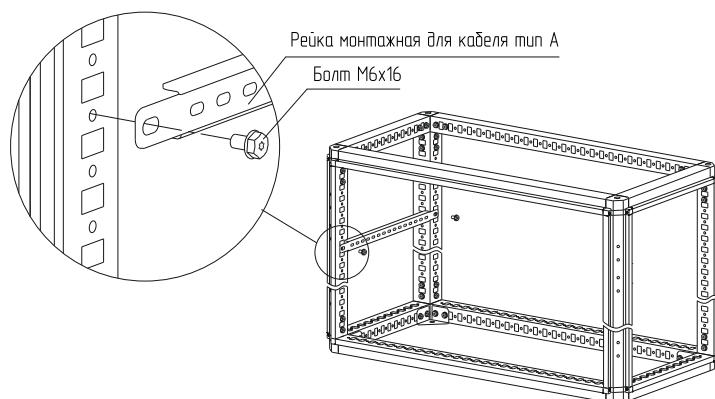

Рисунок 30
4.16.2 Установите рейку монтажную для кабеля тип А на нужной высоте и закрепите болтами М6х16 (рисунок 30). Момент затяжки – 7 Н·м. Болты приобретаются отдельно.